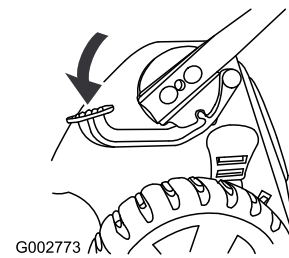

Figura 49
3. Con el motor en marcha y la cuchilla engranada, dirija un chorro de agua por delante de la rueda trasera derecha (Figura 49).
1. Pise el pedal y manténgalo pisado (Figura 49).